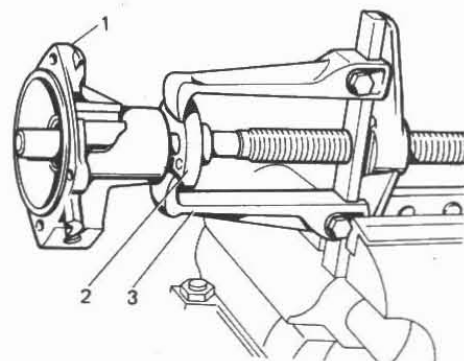

Fig. 2-64. Remoción del buje de la polea:
- en caso de necesidad quite el buje 2 (fig. 2-64) de la polea del ventilador del eje con ayuda del extractor A.40005/1/5;